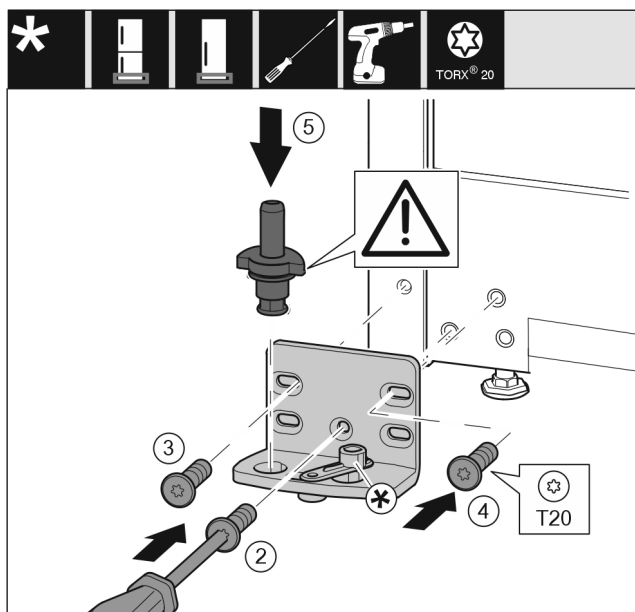

Fig. 17
- ▶ Poser le support de palier de l'autre côté et le visser à l'aide d'un tournevis T20. Commencer par la vis 2 en bas au milieu. Fig. 17 (2)
- ▶ Visser les vis 3 et 4. Fig. 17 (3,4)
- ▶ Mettre en place l'axe de palier complet. Veiller à ce que l'ergot d'enclenchement soit orienté en arrière. Fig. 17 (5)